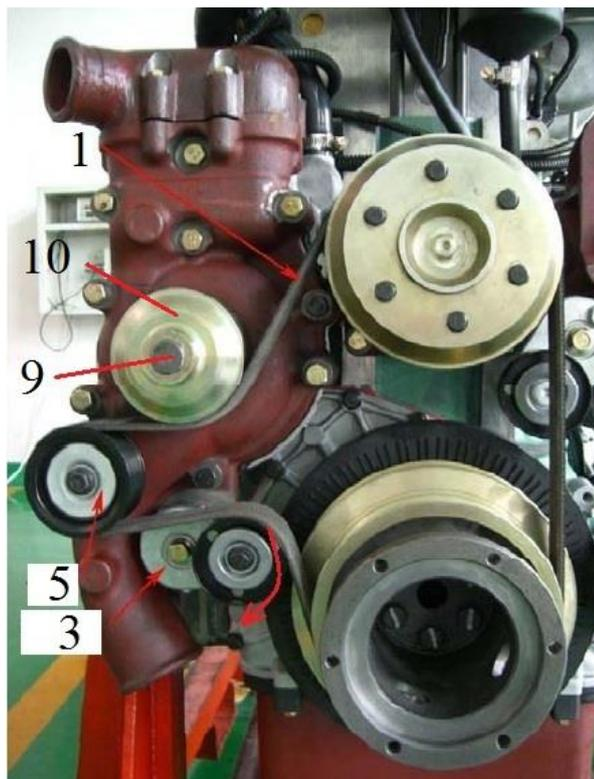

Рис. 8 Снятие ремня вентилятора
Для того, чтобы снять ремни привода генератора, вентилятора и компрессора кондиционера, необходимо выполнить следующие действия (см. Рис. 8, 9):
1. С помощью ключа отжать натяжные ролики в направлении, показанном на рис. 8 и 9;
2. Снять ремень привода вентилятора поз.1 и ремень привода генератора (7) и компрессора кондиционера (8) поз.2;